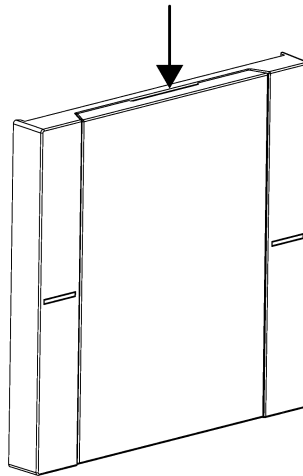

Figura 7: Tocar la muesca de la tapa del portaetiquetas
- Tocar la muesca de la tapa del portaetiquetas con un dedo (véase figura 7).